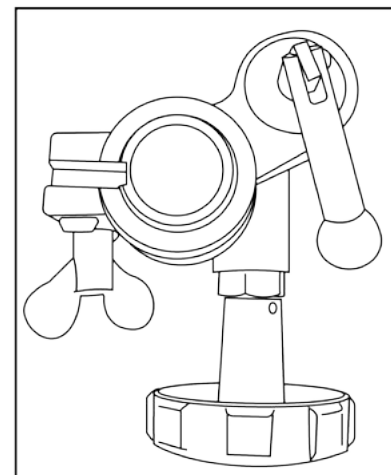

Рис. 4
6. Зафиксируйте винтом-фиксатором узел крепления (Рис.4).